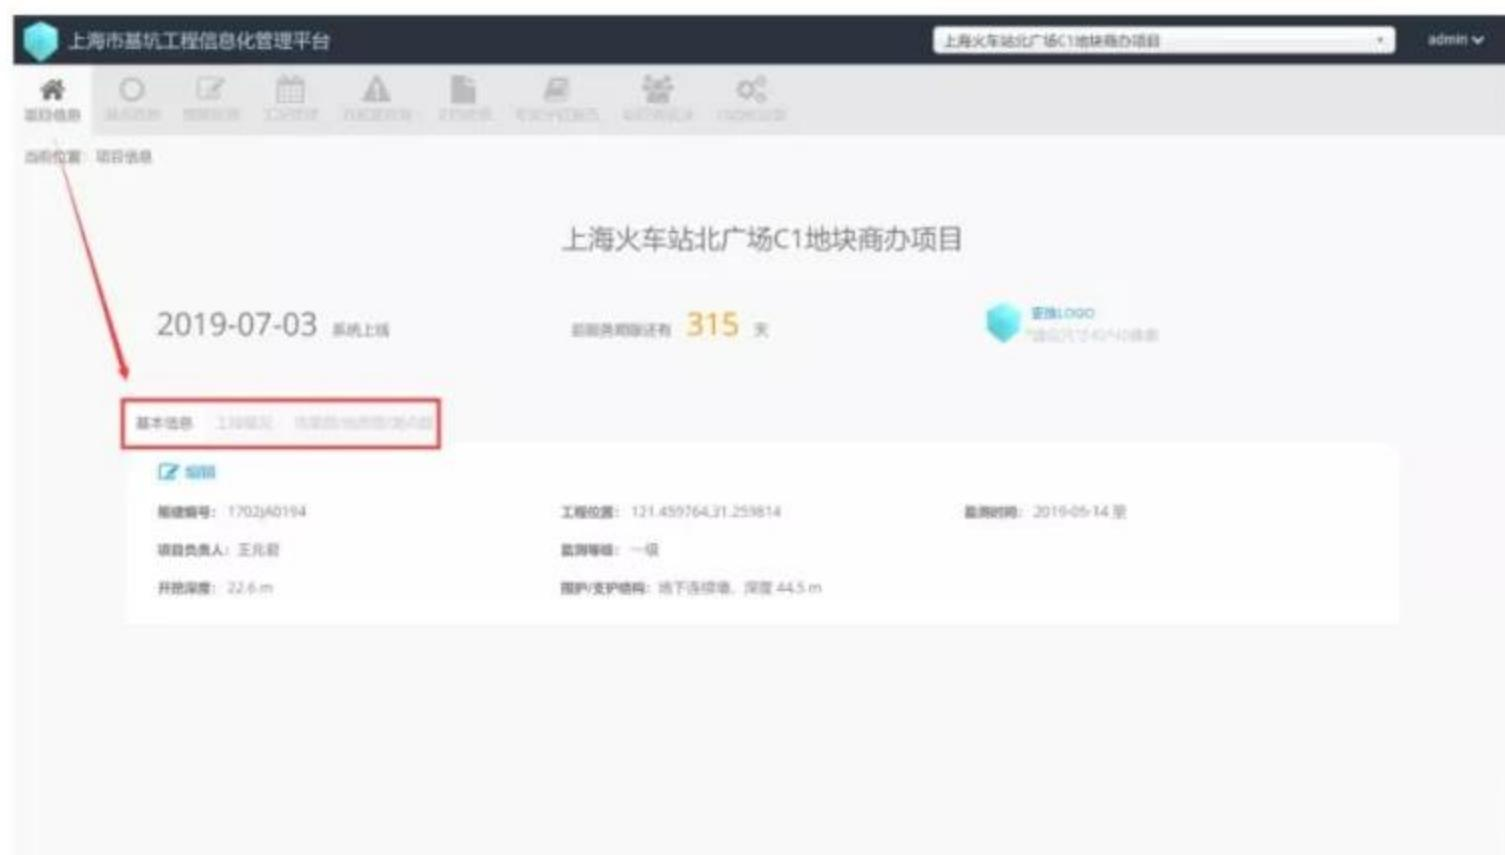

图 4.3 项目信息界面
3. 项目图片需上传项目测点图、地质图。上传时选择上传的图片类型，参考下图 4.3。